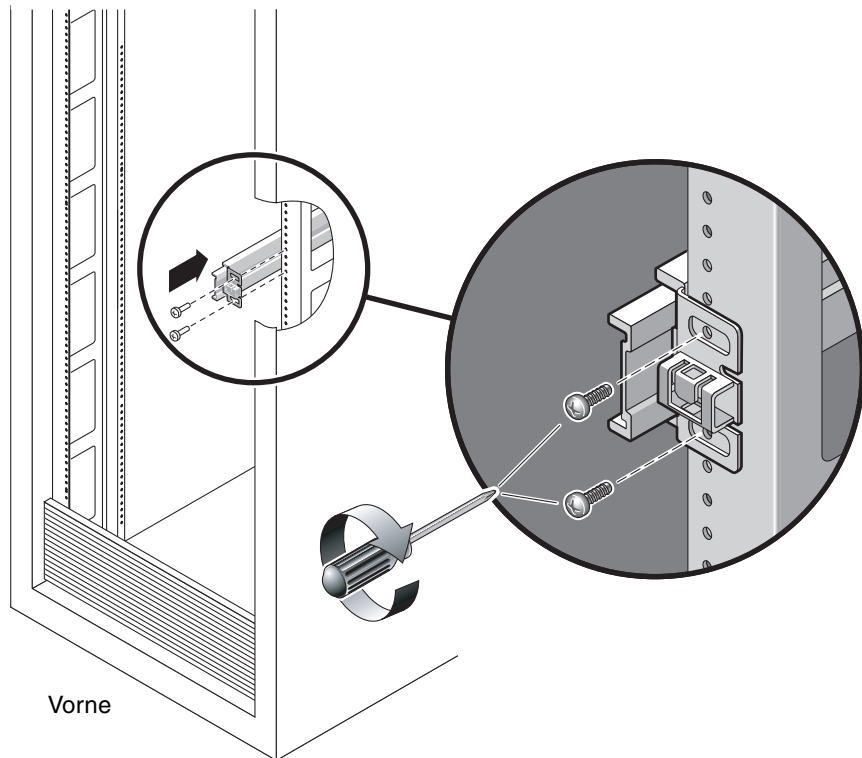

ABBILDUNG 2-6 Montage der Schiene
5. Bringen Sie eine Schiene am rechten vorderen Rack-Ständer an (ABBILDUNG 2-6).